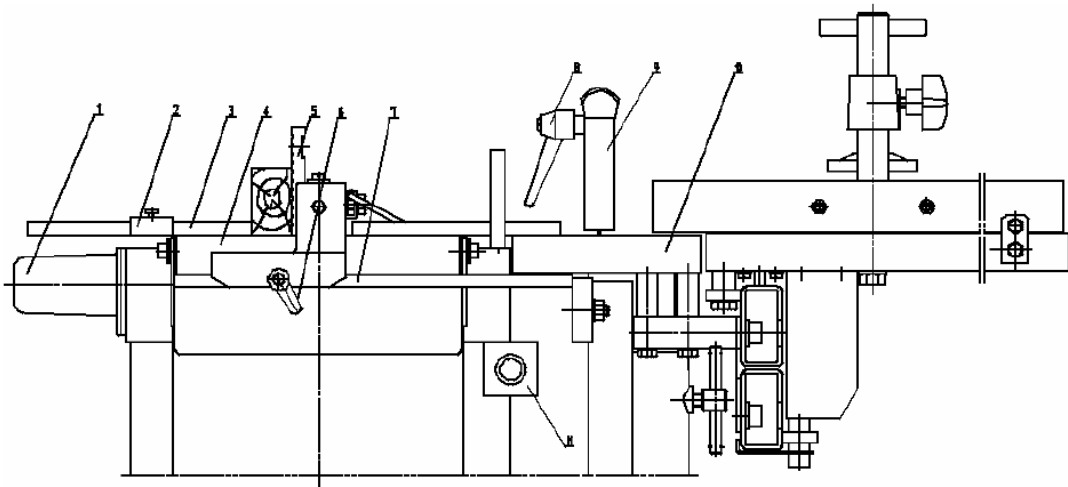

Рис. 10 Схема для фугования (для тонкой и толстой заготовки)
- Для выполнения работ по строганию широкой стороны высотой более 60 мм отрегулируйте оградительные устройства относительно заготовки и положите его на стол станка (Рис. 10).